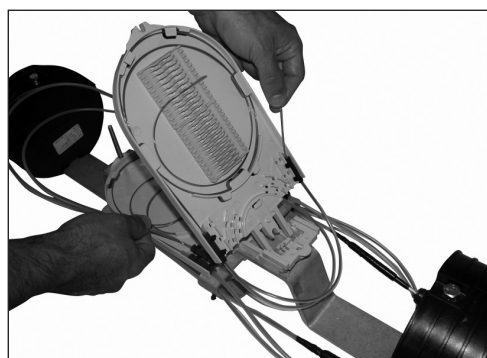

**Figura 53**
**8.7** En seguida encaixe la bandeja de empalme en lo soporte y instale los tubos de transporte. (Figura 53).